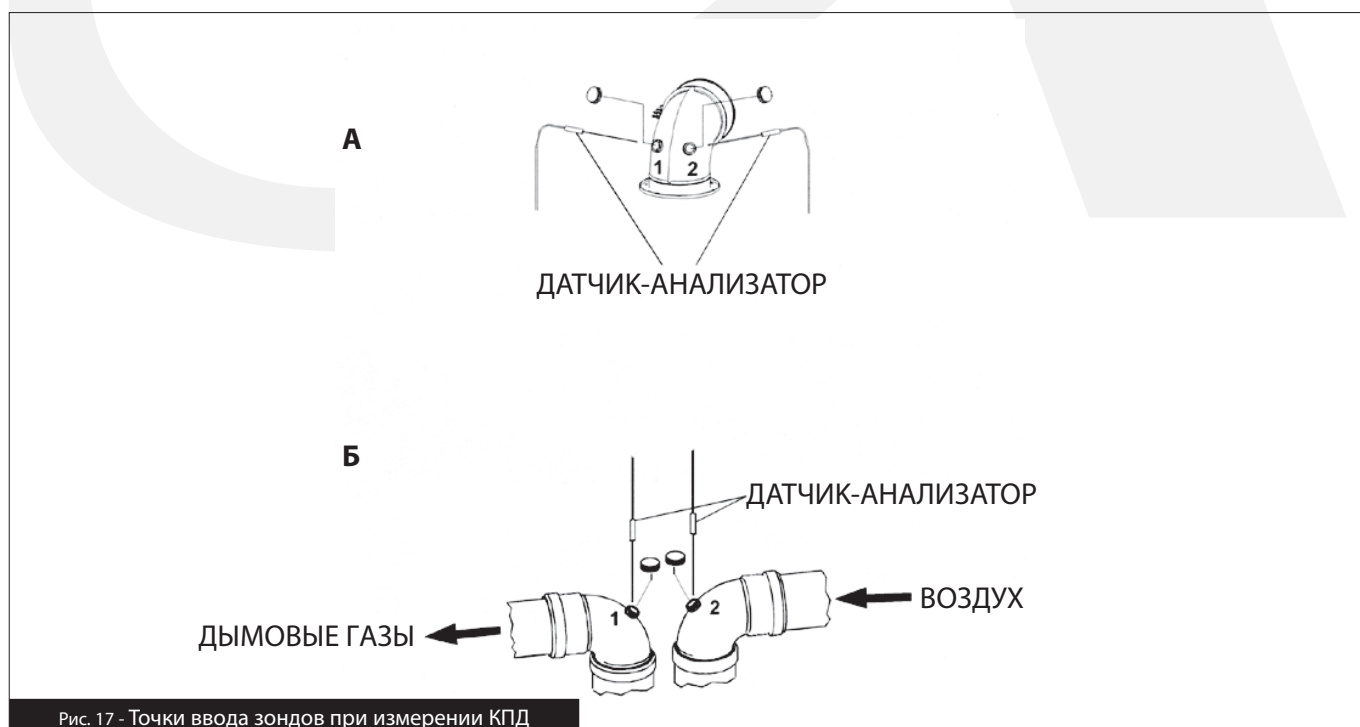

Рис. 17 - Точки ввода зондов при измерении КПД
- Измерить температуру воздуха для горения через отверстие 1 (см. рис. 17 А).
- Измерить температуру отходящих газов и содержание CO₂ через отверстие 2 (см. рис. 17 А).
- Измерить температуру воздуха для горения через отверстие 2 (см. рис. 17 Б).
- Измерить температуру отходящих газов и содержание CO₂ через отверстие 1 (см. рис. 17 Б).